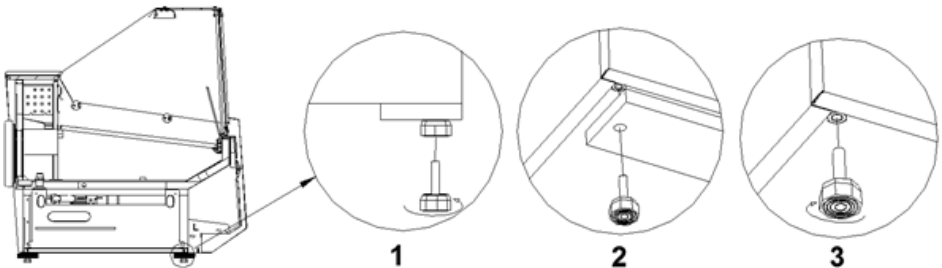

Fig.2 Removing the wooden platform
5. (Betrifft nur die Vitrinen „GASTRO“) In der Vitrine die uniserale Salat-Wanne einstellen. In der Modulwanne die Querholme für GN-Behälter anbringen und dann die Behälter nach Abb.2 (S.28) anordnen